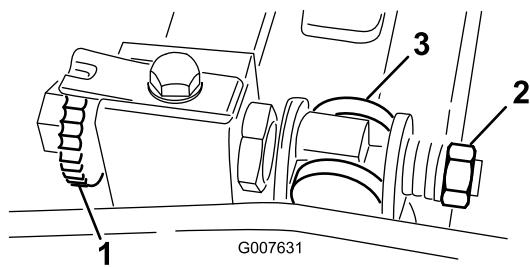

図 54
- ベッドバー調整ねじを左に回して下刃とリールの接触を完全になくす図 54。
- スプリングテンションナットをゆるめて、ワッシャがベッドバーを全く押さないようにする図 54。